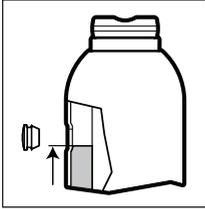
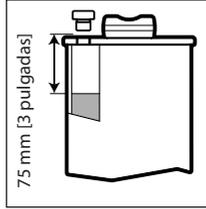

Fig. 5 - Nivel de aceite, excepto GBJ100
Fig. 6 - Nivel de aceite, sólo GBJ100
3. Todos los modelos excepto GBJ100: Llene el depósito hasta que el nivel de aceite llegue al borde inferior del orificio de llenado de aceite. Véase la Fig. 5.
4. Sólo modelo GBJ100: Llene el depósito hasta que el nivel de aceite llegue a 75 mm [3 pulgadas] por debajo del orificio de llenado. Véase la Fig. 6.
**NO LLENE EN EXCESO.** Con el émbolo de empuje totalmente replegado y el gato en posición vertical, el nivel de aceite no debería ser mayor al mostrado en la Fig. 5 o Fig. 6 (según el modelo de gato).